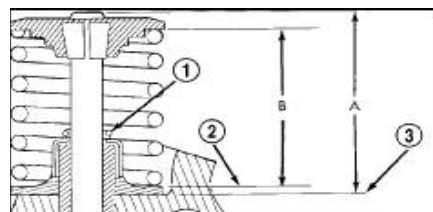

图. 65 气门图示高度/
(9) 在磨气门座后，检查气门尖端到气缸盖表面尺寸，测量气门的高度(A) (图. 65)，气门规格说明，(查阅-发动机-说明)。
(10) 测量气门弹簧安装高度 (B) (图. 65)